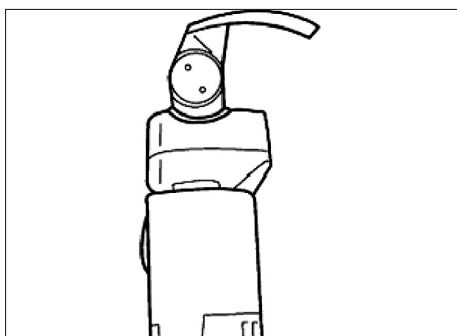

FIG. 97
- Monter sur l'outil de découpage une lame en "U" d'une longueur de 24 mm (Fig.97).